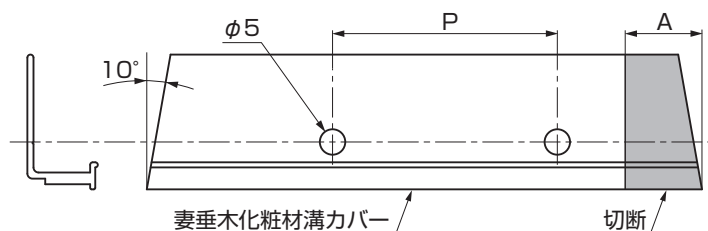

図13-11
- ① 4尺・6尺の場合、妻垂木化粧材溝カバーを切断してください。(図13-11、表13-8参照)
- ② 妻垂木化粧材溝カバーに、φ5の穴をあけてください。(図13-11、表13-8参照)